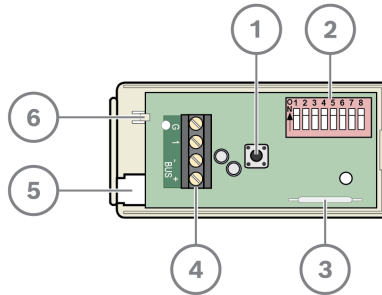

Figura 2: Extracción de la placa de circuitos impresos
- Saque la placa de circuitos del DS7461i de la base. Pulse lengüeta de sujeción de la placa de circuitos y tire de la placa de circuitos hacia arriba para sacarla de la base (consulte la *Figura 2*)